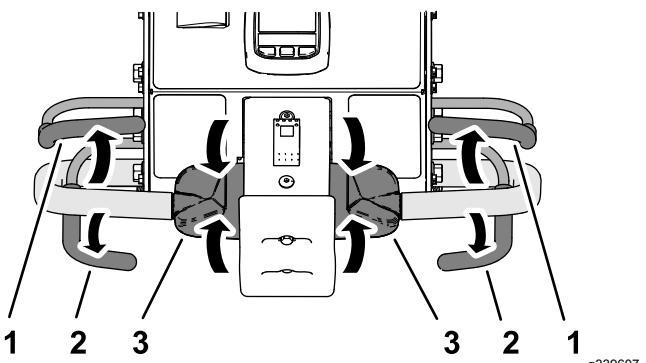

Рисунок 86
1. Если вы проводите аэрацию, отпустите штангу аэрации (Рисунок 86), чтобы поднять вал аэратора; см. Поднятие вала аэратора \(страница 52\).